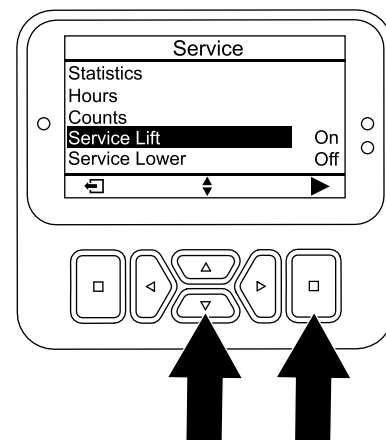

Figura 120
4. Premete il pulsante Giù fino a quando non viene selezionata l'opzione SOLLEVAMENTO MANUTENZIONE, quindi premete il pulsante Invio (Figura 120).